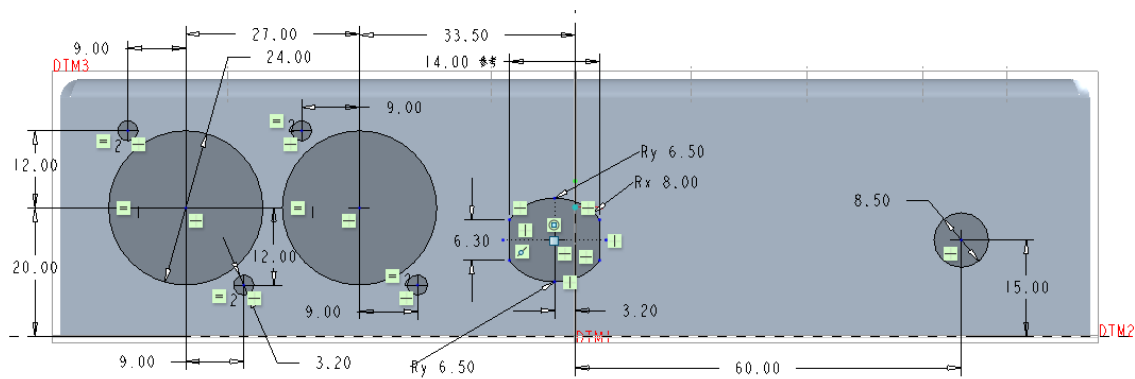

图 7-29 绘制剖面 2
(1) 单击 (拉伸) 按钮, 打开“拉伸”选项卡, 暂时接受默认的按钮设置。
(2) 在“拉伸”选项卡中打开“放置”面板, 接着单击“定义”按钮, 弹出“草绘”对话框。选择 DTM3 基准平面作为草绘平面, 默认的草绘方向参考为 DTM1 基准平面, 方向选项为“右”, 单击“草绘”对话框中的“草绘”按钮, 进入草绘器。
(3) 绘制图 7-29 所示的剖面, 单击 (确定) 按钮。